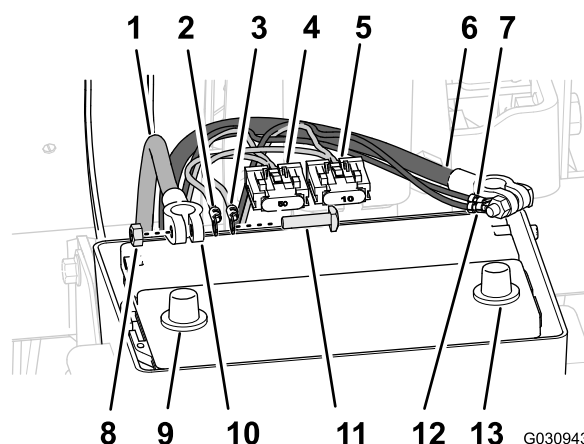

図 178
出す 図 178。
3. バッテリーの両端子に固定されているTボルトと六角ナットを外す 図 178。
4. Tボルトを、後方ワイヤハーネスのプラス端子赤ワイヤ、ナビゲーション用電装ハーネスのプラス端子、バッテリーのプラスケーブルの端子に通す 図 178。
5. 端子とTボルトを、六角ナットで仮止めする 図 178。
6. Tボルトを、後方ワイヤハーネスのマイナス端子黒ワイヤ、ナビゲーション用電装ハーネスのマイナス端子、バッテリーのマイナスケーブルの端子に通す 図 178。
7. 端子とTボルトを、六角ナットで仮止めする 図 178。